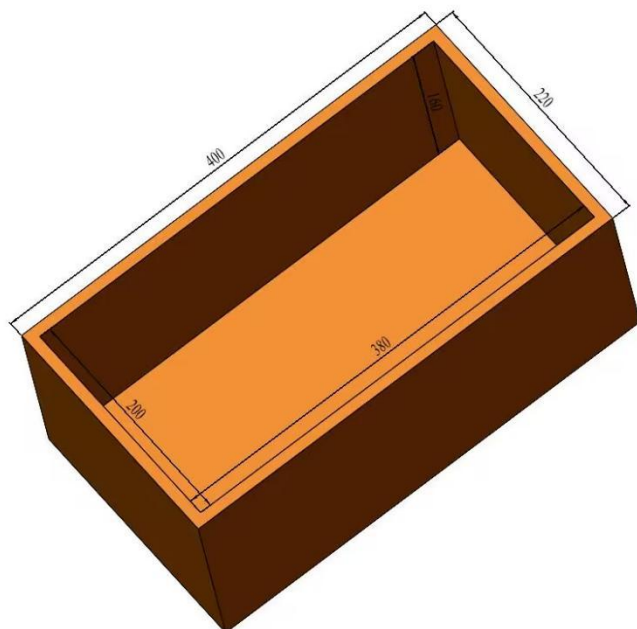

图 4 苗盒 (mm)
(2) 苗盒内装有营养土, 营养土表面距离苗盒上沿约 10-20mm, 苗盒尺寸如图 4 所示。